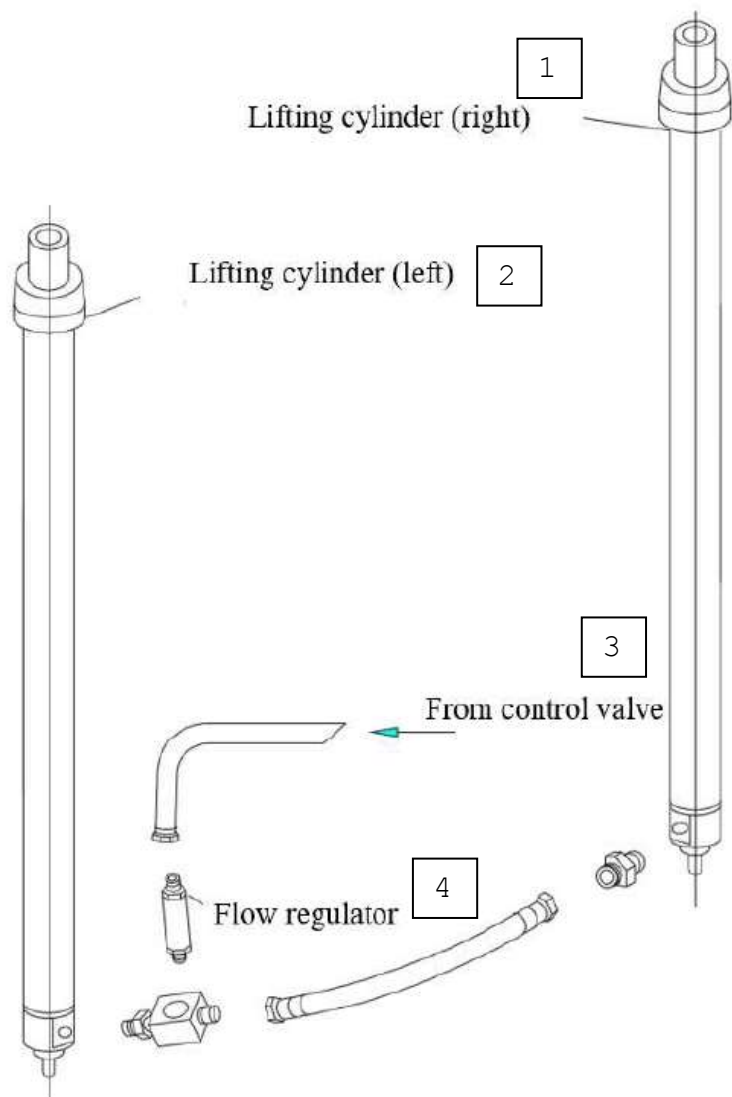
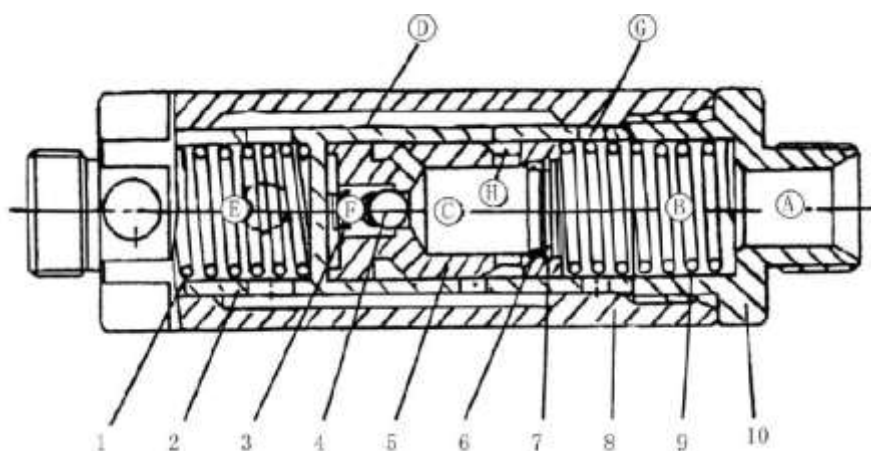

Рис. 3-6-14. Регулятор потока в сборе:
Рис. 3-6-15. Регулятор потока:
Клапан регулятора потока находится между распределительным клапаном и портами высокого давления двух цилиндров подъема около левого цилиндра (см. Рис. 3-6-14). Конструкция клапана регулятора потока показана на Рис. 3-6-15.
См. Рис. 3-6-15. При поднятых вилах масло высокого давления направляется от распределительного клапана в камеру (А) и сдвигает втулку влево. Это открывает отверстие (G) и позволяет потоку масла течь двумя путями (А-В-G-D-Е и А-В-С-D-Е) и оба потока масла попадают в цилиндры подъема. В этом случае поток масла не регулируется. Когда вилы начинают опускаться, масло, вышедшее из цилиндров подъема, попадает в камеру (Е) и сдвигает втулку, пока она не коснется ниппеля. При этом закрывается отверстие (G), так что поток масла течет через (Е), (D), (H), (B) и (A) в резервуар. Если количество масла, вышедшее из цилиндров, быстро увеличивается, давление в камере (F) увеличивается и сдвигает поршень (поз. 5 на Рис. 3-5-15) вправо, несмотря на усилие пружины, сужает отверстие (H). Так что поток от камеры (D) к камере (C) снижается, и скорость опускания вил контролируется.